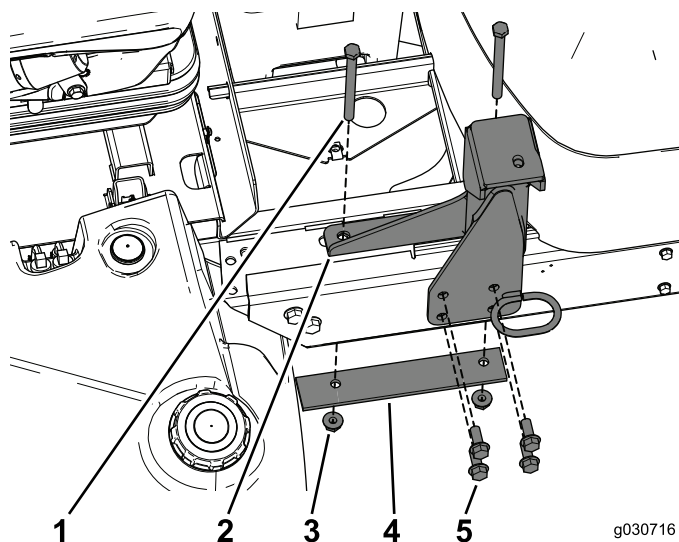

Figure 19
1. Utilisez les fixations que vous avez retirées avec le système ROPS pour fixer le support arrière au cadre (Figure 19).